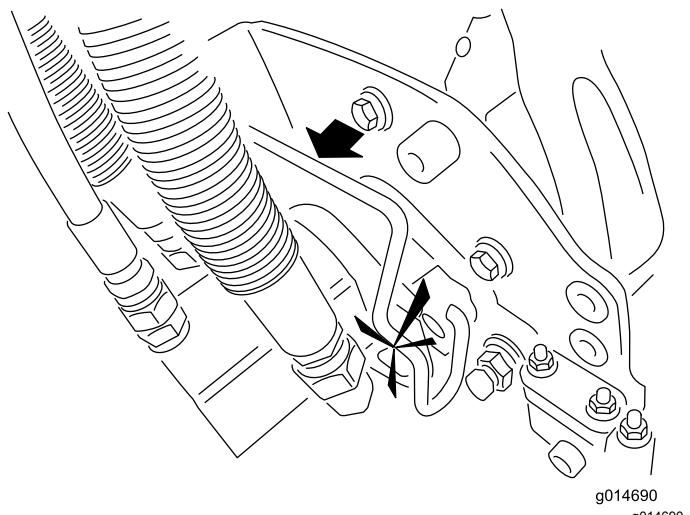

Figura 46
5. Revista o veio estriado do motor da unidade de corte com massa lubrificante limpa (Figura 46).
6. Insira o motor no lado esquerdo da unidade de corte (visto da posição do operador) e empurre a barra de retenção do motor na unidade de corte na direção do motor até ouvir um “clique” de ambos os lados do motor (Figura 46).